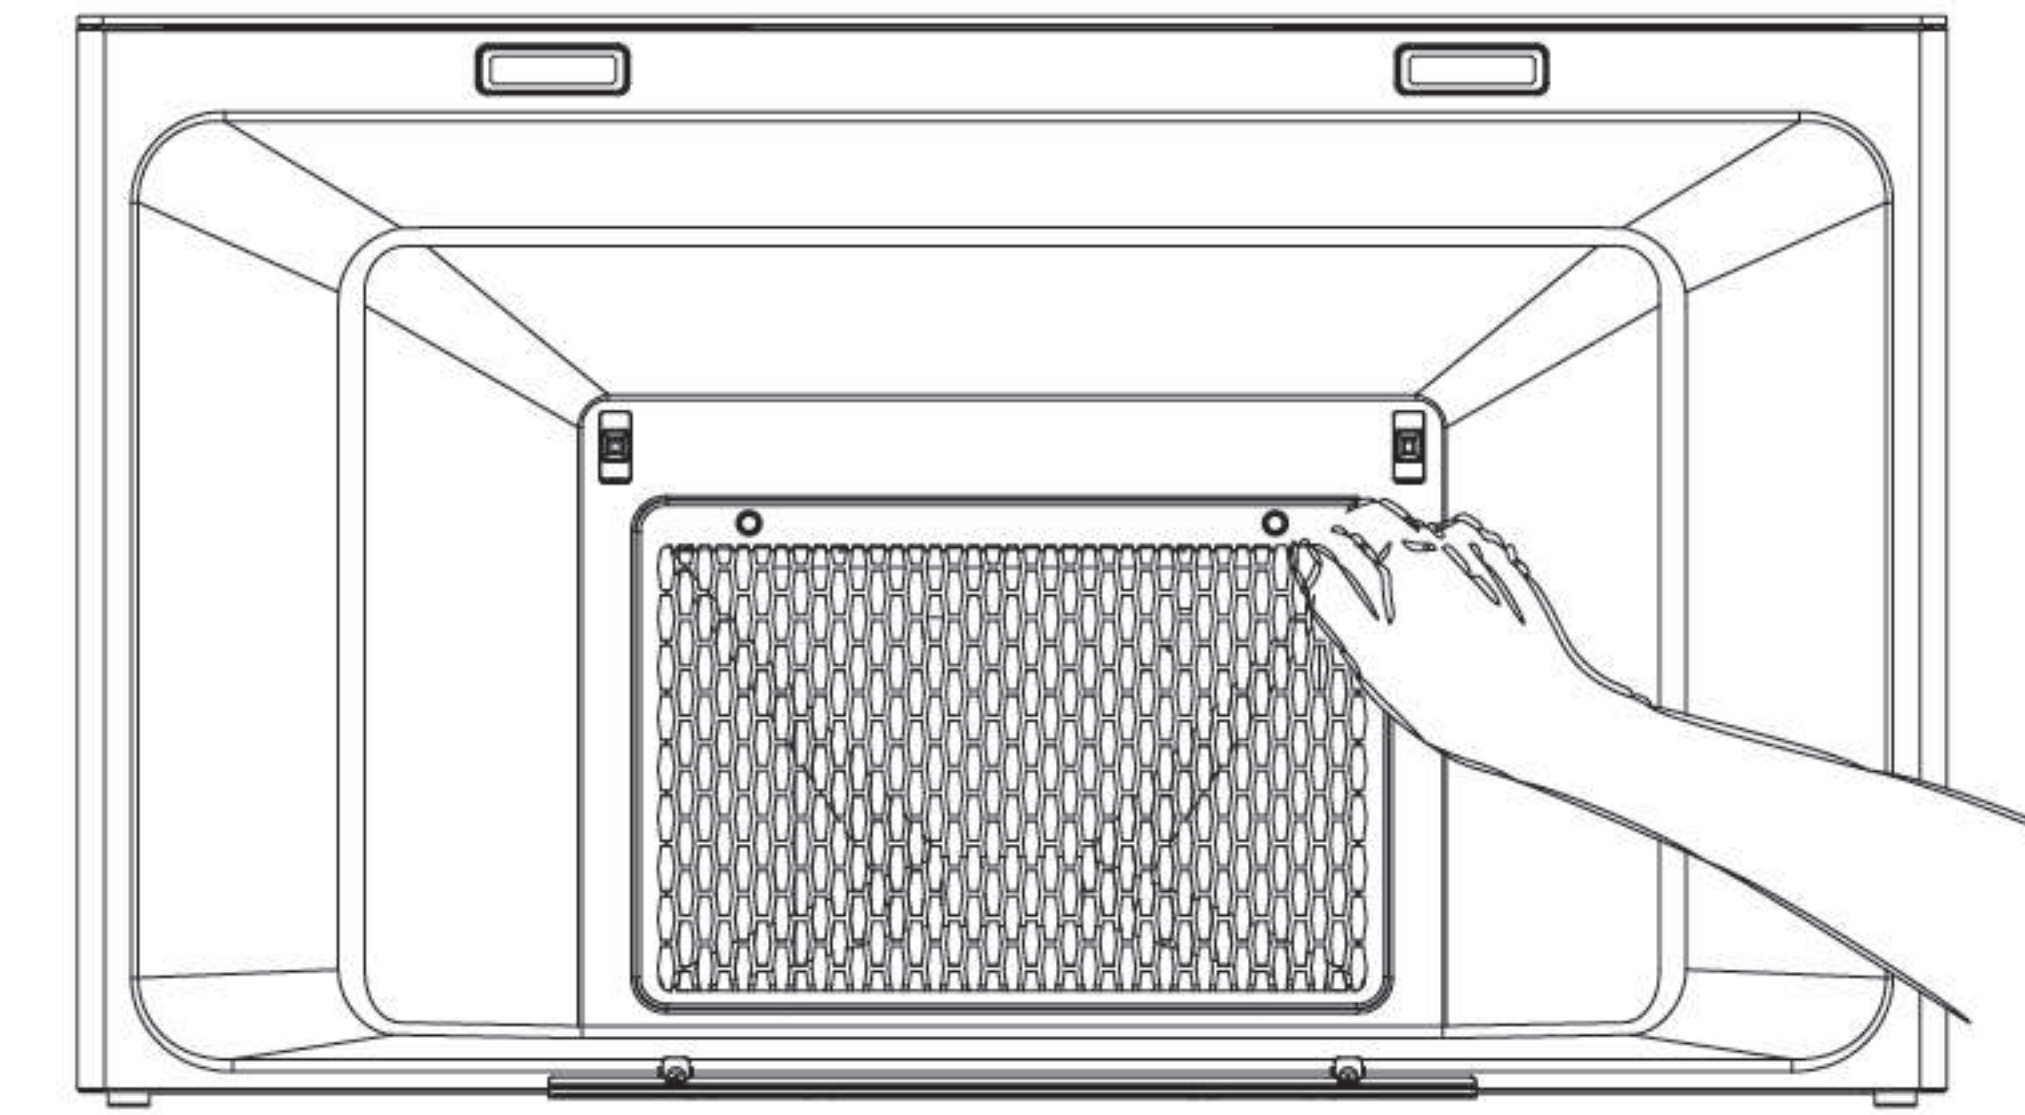
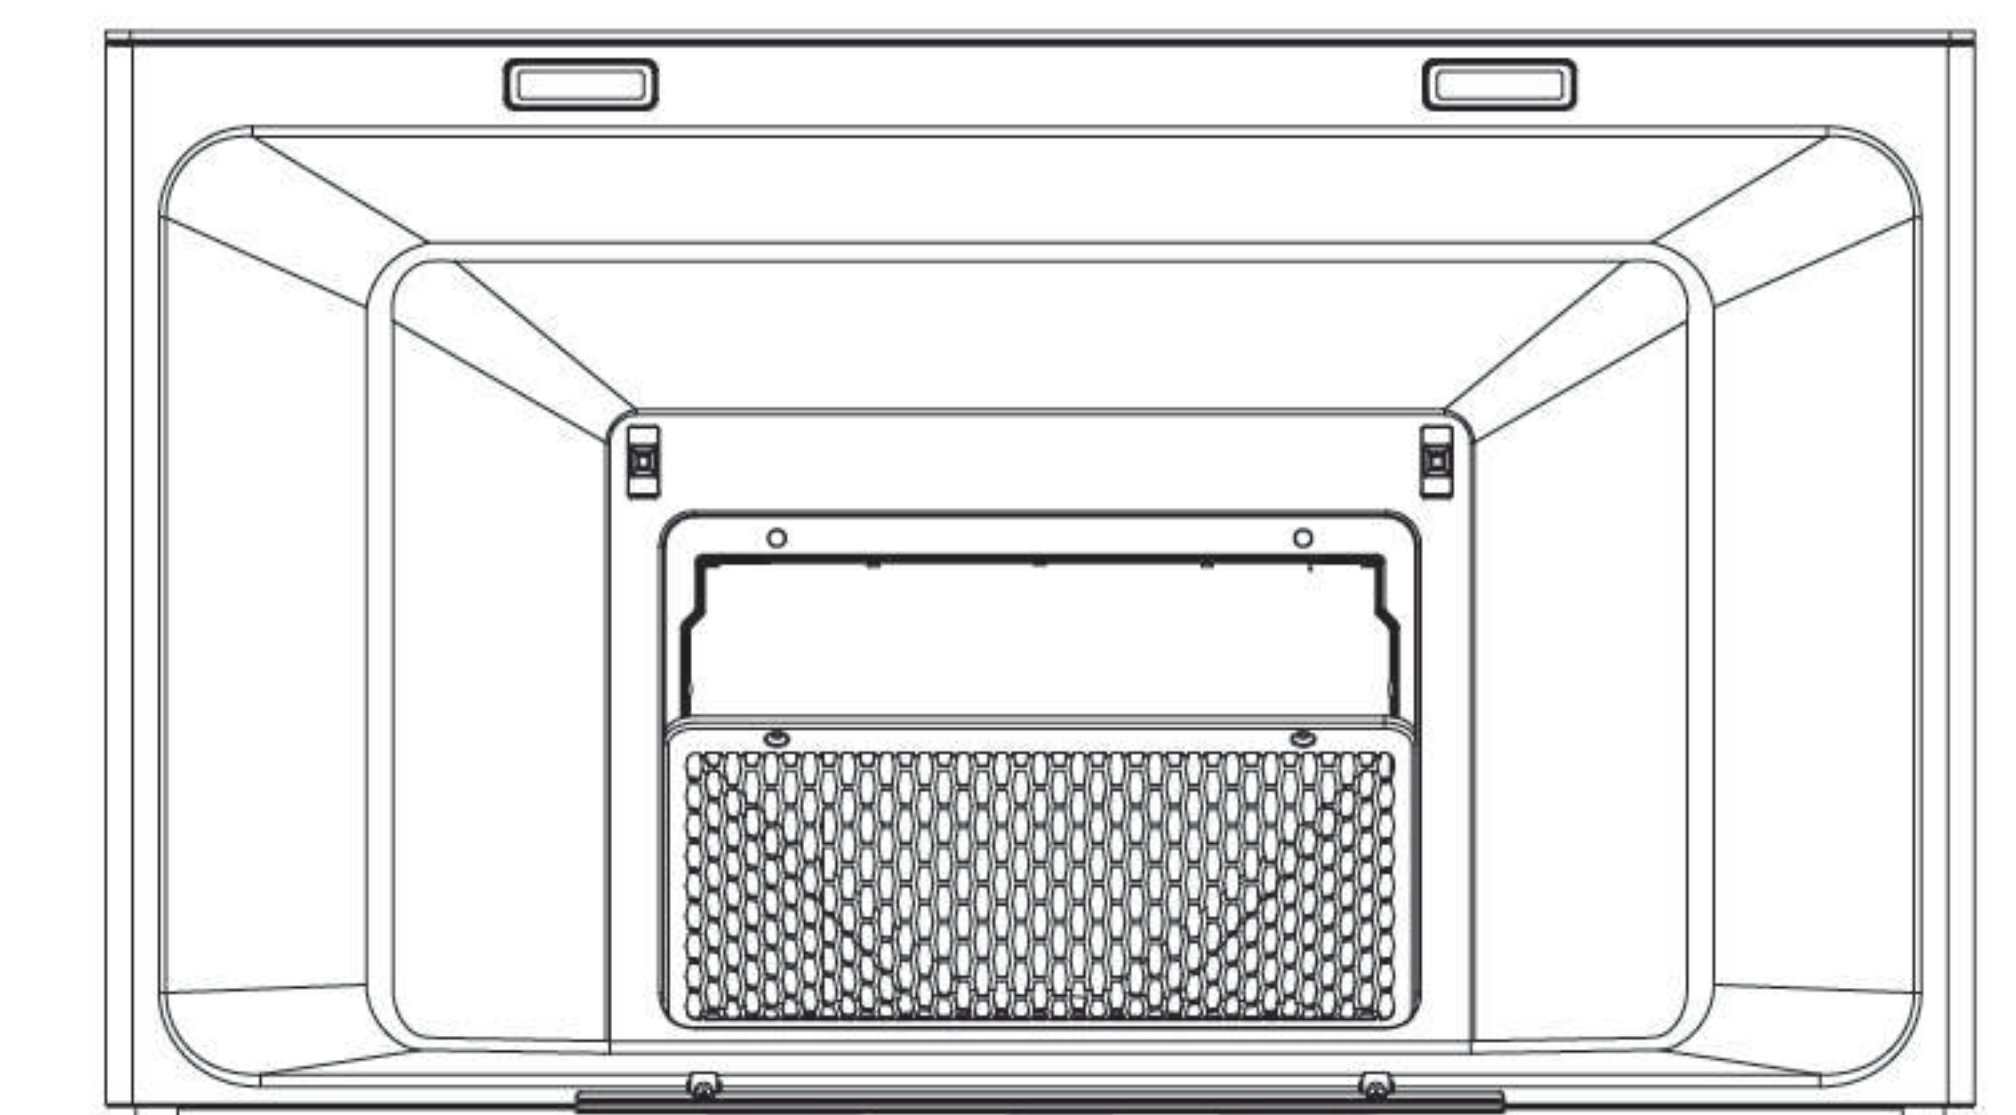

Fig.3
Fig.4
2. Retirez la vis de la maille et puis la maille (voir Fig.3 et Fig.4);